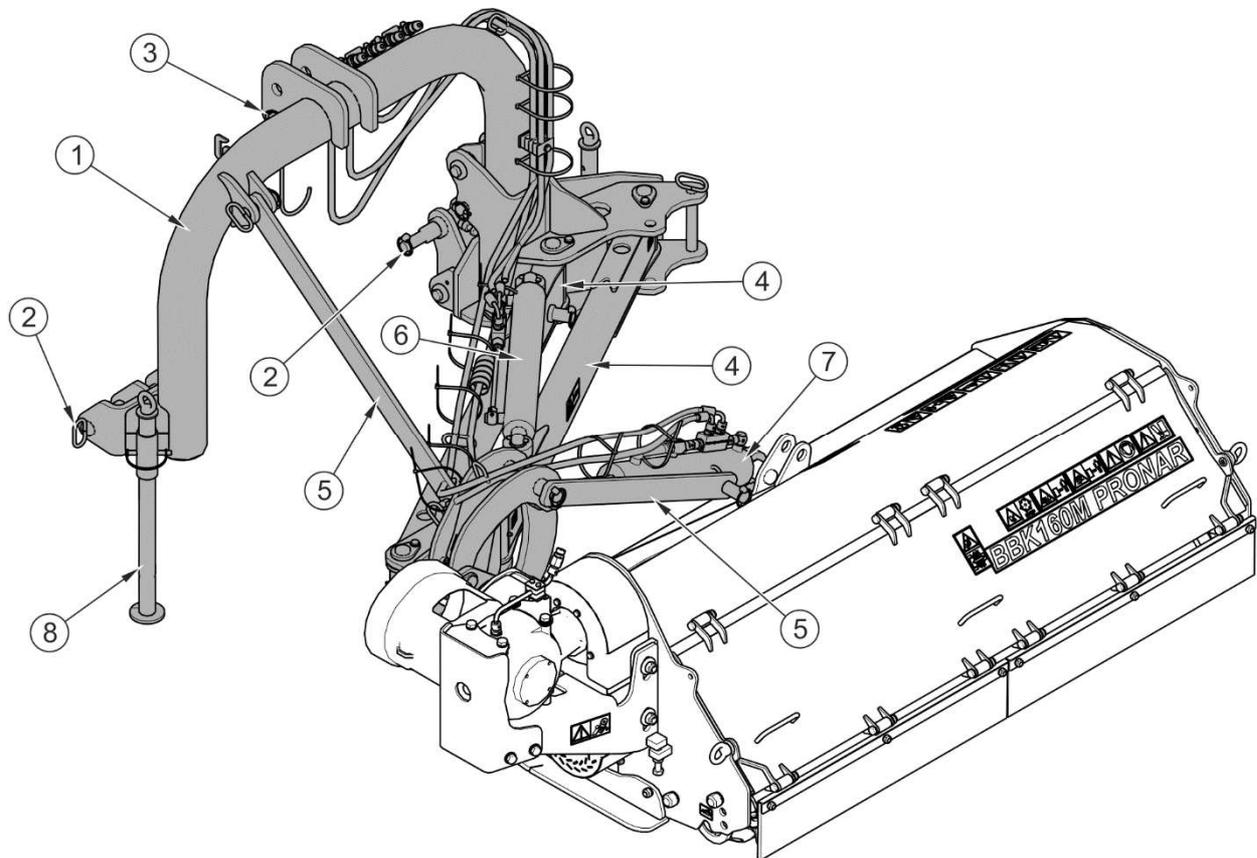

FIGURE 3.3 Système d'attelage:
Le composant principal de la suspension (FIGURE 3.3) de la faucheuse est le châssis d'attelage à trois points (1) muni de deux broches inférieures (2) et de la broche supérieure (3) pour le raccordement à la suspension à trois points du tracteur. Les barres d'attelage mobiles I et II (4) reliées au vérin de basculement hydraulique (6) permettent une large portée du travail à l'horizontal. Le vérin (7) permet le fauchage de surfaces en pente : +94° et -65°. Cela permet de manœuvrer la faucheuse plus facilement entre les arbres, poteaux, panneaux ou barrières le long des routes, sans avoir à changer la voie du tracteur.